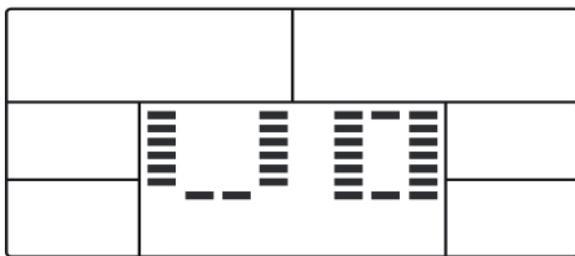

Abbildung 3
2. Wählen Sie mit den +/- Tasten eines der vier Nutzerprofile (U1 - U4; oder U0 als Gastzugang) aus und bestätigen Sie Ihre Auswahl mit der MODE Taste (Abb. 3 & 4).